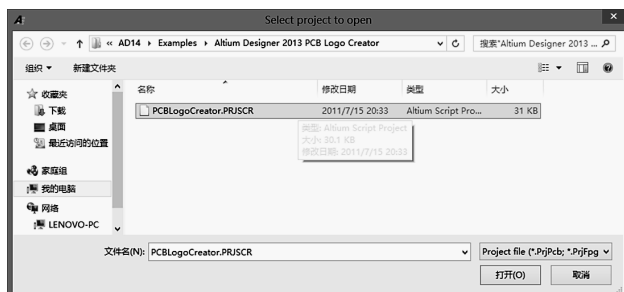

图 8-3-8 安装 LOGO 转换器
(2) 安装 LOGO 转换器, 路径在安装目录下, 如 C: \Program Files \Altium Designer Summer \AD14\Examples\Altium Designer 2013 PCB Logo Creator, 如图 8-3-8 所示, 选中之后再回到 Select Item To Run 对话框。如果在软件安装目录里面找不到 PCB Logo Creator (LOGO 转换器), 请自行从网上下载或复制此文件并安装 LOGO 转换器。